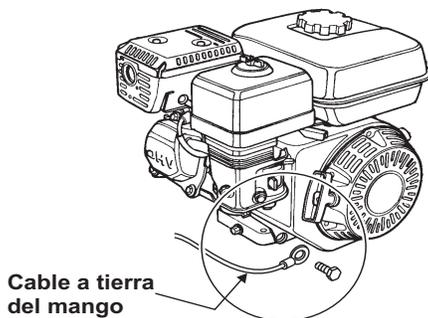

Figura 11. Conexión del cable a tierra
3. Instale el cable a tierra al motor (se muestra el motor Honda, Figura 11).